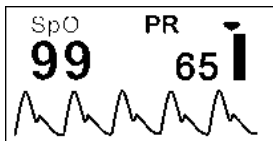

Figura 5
5. Cuando el display visualiza la forma de onda como en figura 5, pulsar la tecla para pasar entre las varias funciones:
En la modalidad en figura 7 se monitorean y visualizan en el display los valores de SpO₂ e índice de perfusión a diferencia de la modalidad en figura 5 donde se monitorean y visualizan los valores de SpO₂ y frecuencia cardiaca.